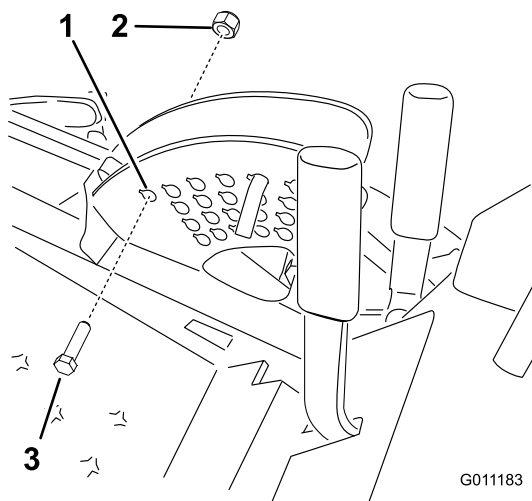

Рисунок 30
3. Опустите деку газонокосилки и установите болт (1/2 x 2-1/2 дюйма) и гайку (1/2 дюйма) в отверстие высоты скашивания 152 мм (Рисунок 30). Это предотвратит повреждение двойного шкива при подъеме деки газонокосилки.